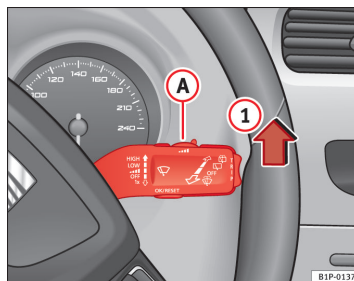

Fig. 83 Betjeningsarm til viskerne
- Sæt armen i position ① ⇒ Fig. 83.